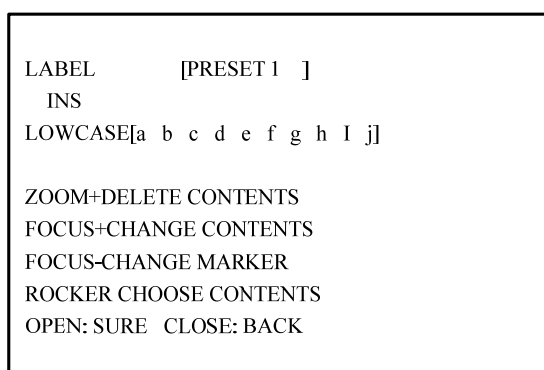

Figura 3.3.15
- b. Pulse *FOCUS+* para cambiar a letras/números, mayúsculas/minúsculas y símbolos. Vea la figura 3.3.15. Mueva los botones izda dcha para posicionar el cursor al lado de un carácter y presione *FOCUS+* para seleccionar.